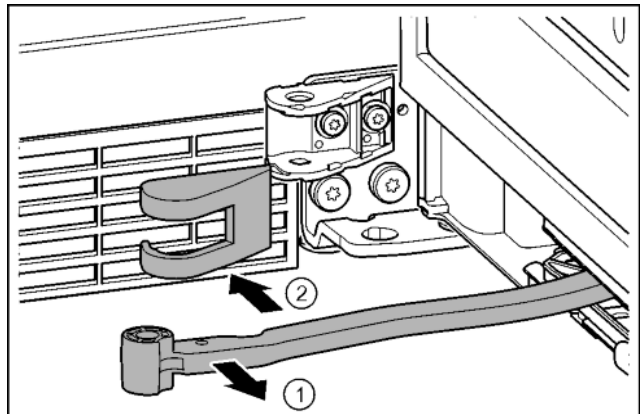

Fig. 16
- ▶ Gelenk in Richtung Tür drehen. Fig. 16 (1)
- ▶ Lagerbockabdeckung entfernen. Fig. 16 (2)